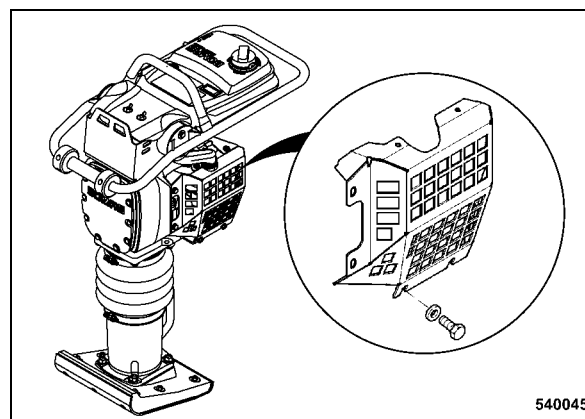

рис. 56
- Снять защитную решетку с левой стороны двигателя (рис. 56).